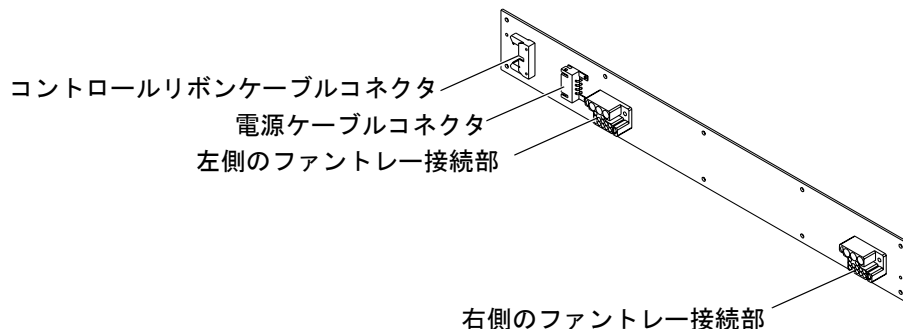

図 14-2 ファンバックプレーンの接続部
5. ファンバックプレーンから、電源ケーブルコネクタおよびコントロールリボンケーブルコネクタを外します。詳細は、図 14-2 を参照してください。
1. 電源コネクタおよびコントロールコネクタを左側にしてファンバックプレーンの位置を決め (図 14-2)、ファントレイスロットのセパレータ (2 つのファントレイの中央部分) を避けるように傾けてボードをキャビネットに挿入し、取り付け穴に合わせます。
3. ファンバックプレーンに、電源ケーブルコネクタおよびコントロールリボンケーブルコネクタを接続します。詳細は、図 14-2 を参照してください。